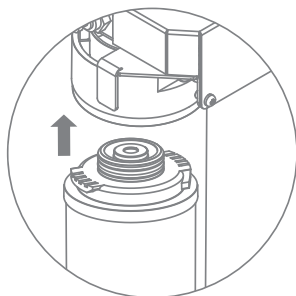

Рис. 17
3. Вставьте картридж с небольшим усилием в крышку фильтра (рис. 17).